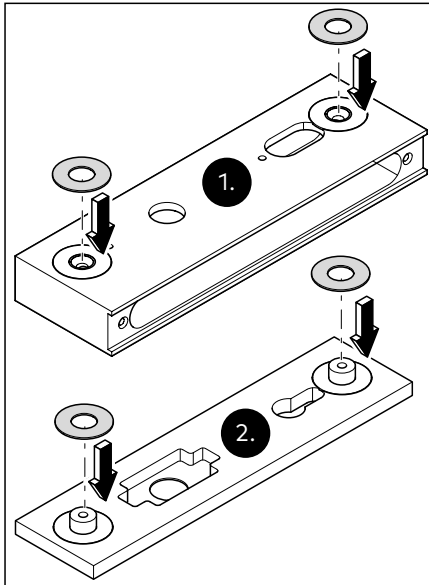

Abb. 13 Die Zwischenlagen anbringen
1. Die Zwischenlage auf der Schlosstasche an der Glasseite anbringen (Abb. 13).